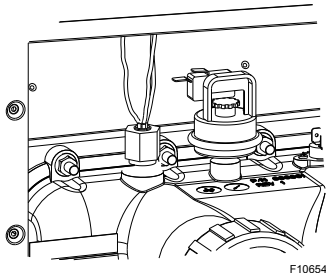

Figure 29. Capteur de température
3. Retirez le capteur du thermostat en desserrant l'écrou du raccord à compression. Réacheminez le capteur vers le côté gauche de l'appareil. Voir **Figure 29**.